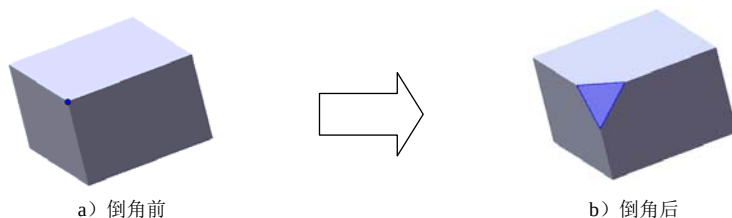

图 3.8.3 顶点倒角特征
- 利用“倒角”对话框还可以创建图 3.8.3 所示的顶点倒角特征, 方法是在定义倒角类型时选择“顶点”选项, 然后选取所需倒角的顶点, 再输入目标参数即可。